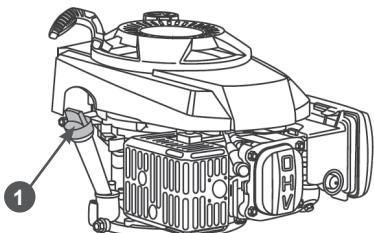

Рис. 17 Крышка-щуп маслозаливной горловины
- Осторожно открутите крышку-щуп 1 (Рис. 17) маслозаливной горловины, протрите его насухо и отложите в сторону.